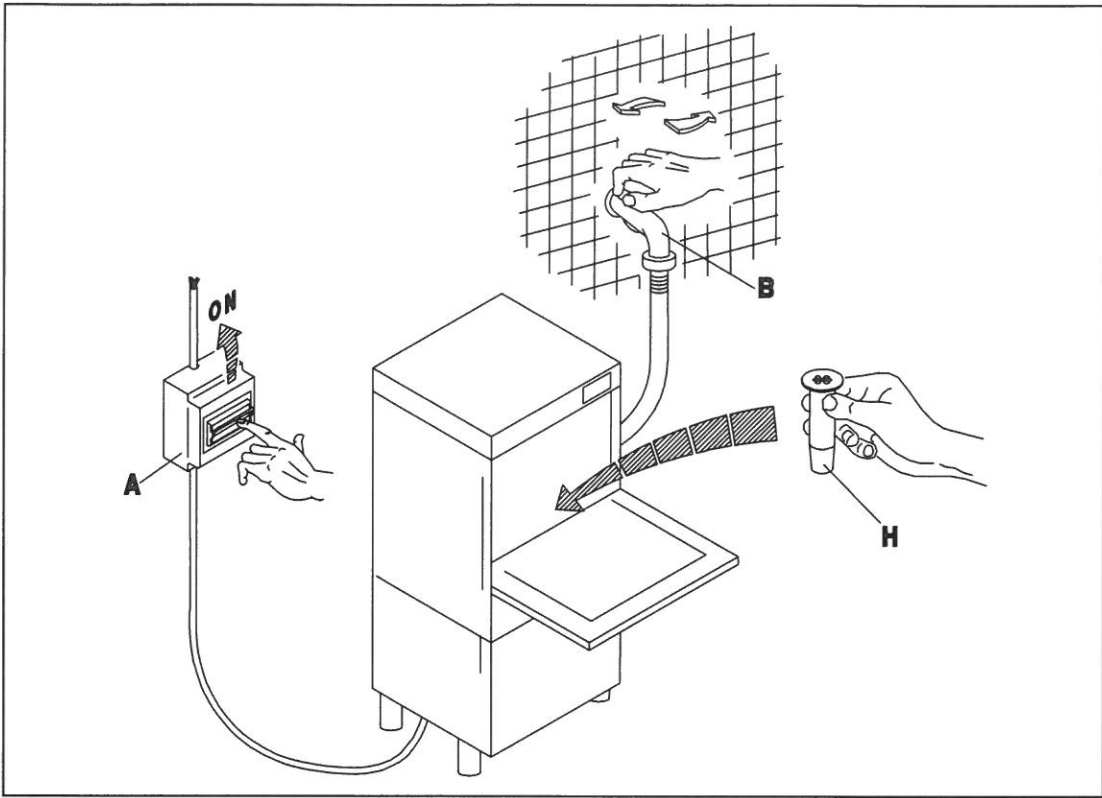

Рис. 3-1
- Откройте водопроводный кран (B) и включите главный выключатель (A). ВКЛЮЧИТЕ выключатель (1) машины, при этом загорится индикатор (A), показывающий, что машина включена. Когда дверца будет закрыта, машина начнет наполняться водой. Когда она наполнится водой, по очереди включатся нагревательные элементы бака и бойлера. После их включения загорятся индикаторы (D) и (E). Когда оба индикатора погаснут, это будет означать, что температура воды достигла заданного значения, и машина готова начать цикл мытья. (Рис. 3-1+3-2)
- Turn on the water tap (B) and switch on the master switch (A). Turn the appliance ON switch (1), which will cause the warning light (A) to illuminate, indicating that the machine is live. When the door is closed the appliance fills with water. When it is full, the tub and boiler heating elements come on automatically. When the elements are activated, the warning lights (D) and (E) are illuminated. When both warning lights go out the water has reached the set temperature and the appliance is ready to begin the washing cycle. (fig. 3-1+3-2)
- Öffnen Sie den Wasserhahn (B) und betätigen Sie den Hauptschalter (A). Beim Betätigen des Schalters (1) am Gläsererspüler wird die Anzeige (A) aufleuchten, an der Sie erkennen können, daß die Maschine unter Spannung steht. Bei geschlossener Tür läuft Wasser in die Maschine; ist die nötige Wassermenge einmal erreicht, so schalten die Widerstände des Spülbehälter und des Boilers automatisch ein. Der Betrieb der Widerstände wird durch das Aufleuchten der Anzeigen (D) und (E) erkennbar. Beide Leuchtanzeigen erlöschen, wenn das Wasser eine vorbestimmte Temperatur erreicht hat, d. h. wenn der Gläsererspüler betriebsbereit ist. (Рис. 3-1+3-2)
- Ouvrir le robinet (B) et insérer l'interrupteur général (A). Ouvrir l'interrupteur principal de l'appareil (1), le voyant (A) s'allumera ce qui signifie que la machine est branchée. L'appareil se remplit d'eau avec porte fermée et à la fin du chargement les éléments chauffants de la cuve et du boiler entrent automatiquement en action. Les voyants (D) et (E) s'allument quand les éléments chauffants fonctionnent. Les deux voyants s'éteignent dès que l'eau a atteint la température programmée et l'appareil est prêt pour commencer le lavage. (Рис. 3-1+3-2)
- Abrir el grifo del agua (B), conectar el interruptor general (A). Activar el interruptor principal del aparato (1); el encendido de la luz testigo (A) indica que la máquina está en tensión. Con puerta cerrada el aparato se llena de agua y cuando la carga esté terminada se conectarán automáticamente las resistencias del tanque y de la caldera. El funcionamiento de las resistencias es señalado por el encendido de las luces indicadoras (D) y (E). Cuando ambas luces se apaguen, el agua habrá alcanzado la temperatura programada y el aparato estará listo para empezar el lavado. (Рис. 3-1+3-2)
- Lorsque le remplissage est terminé, ouvrir la porte (I) et verser le détergent (environ 2 g pour chaque litre remplissant la cuve). Introduire le panier (L) plein et fermer la porte (I). Sélectionner ensuite le cycle de lavage en actionnant le bouton-poussoir (4) cycle court (touche enfoncée) ÷ cycle long (touche relâchée). A ce stade, presser le bouton-poussoir START (3) (au moins 2 secondes) et le cycle de fonctionnement commencera, visualisé par la lampe-témoin (C). La fin du cycle coïncide avec l'extinction de ce voyant. Pour arrêter la machine, il faudra débrancher l'interrupteur (1) en le ramenant sur la position (0): lampe-témoin (A). (Fig.3-1+3-3).
- Después del llenado, abra la puerta (I) y vierta el detergente (2 gramos aproximadamente por litro de capacidad de la cuba). Introduzca el cesto (L) carga y cierre la puerta (I). Seleccione el ciclo de lavado por medio del selector (4) ciclo breve (tecla pulsada) + ciclo largo (tecla soltada). Pulse ahora START (3) (almenos durante 2 segundos) para arrancar el ciclo de trabajo: se enciende la luz testigo (C), que se apagará al final del ciclo. Para apagar la máquina desconecte el interruptor (1) posición 0, luz testigo (A) apagada. (Fig.3-1+3-3).